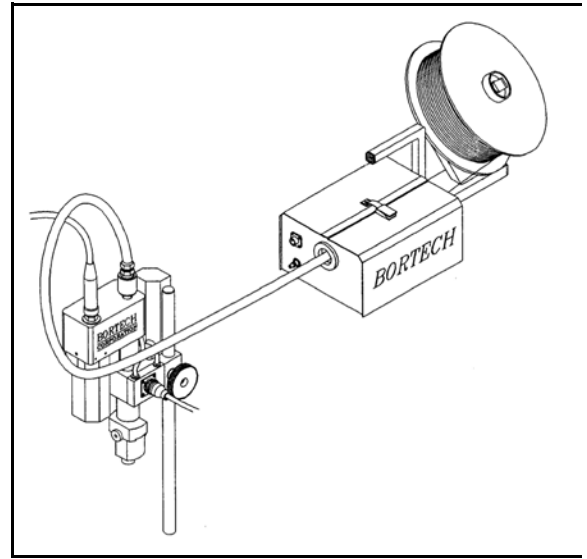

FIGURE 4-2. FORME DU CONDUIT POUR LE PETIT FIL COULÉ
- Il est également possible de positionner le conduit comme cela est illustré sur la Figure 4-2. Cette méthode fonctionne particulièrement bien avec les conduits longs.
- Si le fil a une petite coulée et se retourne toujours dans cette configuration, essayez de resserrer la courbe. Les grandes extensions de la torche ont tendance à supprimer les avantages que cette forme de conduit peut avoir (voir Figure 4-2).